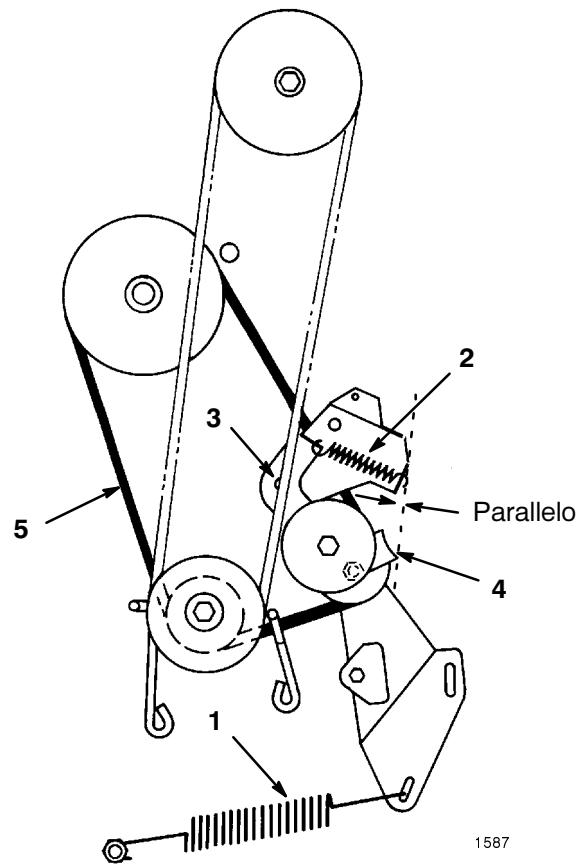

Figura 25
- Nota:** In sede di reinstallazione della guida della cinghia sulla puleggia folle, accertatevi che il bordo della guida della cinghia sia parallelo al telaio come illustrato in figura 25.